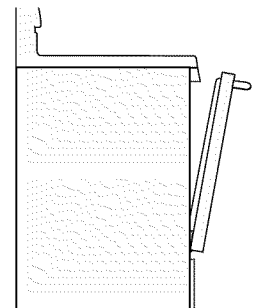

Figura 10: Posición tope de asar a la parrilla
2. Coloque el utensilio en el horno. Deje la puerta del horno abierta hasta el tope de asar cuando ase a la parrilla (vea Figura 10).